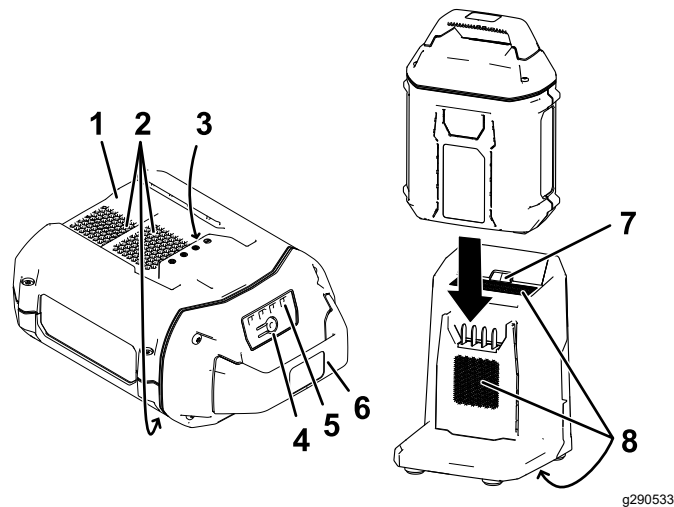

Figura 19
2. Alinee el hueco de la batería (Figura 19) con la lengüeta del cargador.
3. Introduzca la batería en el cargador hasta que esté completamente asentada (Figura 19).